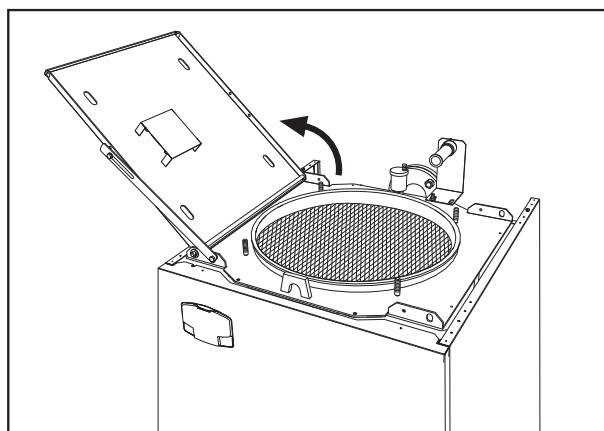

fig. 44
- Open the burner door (fig. 44).